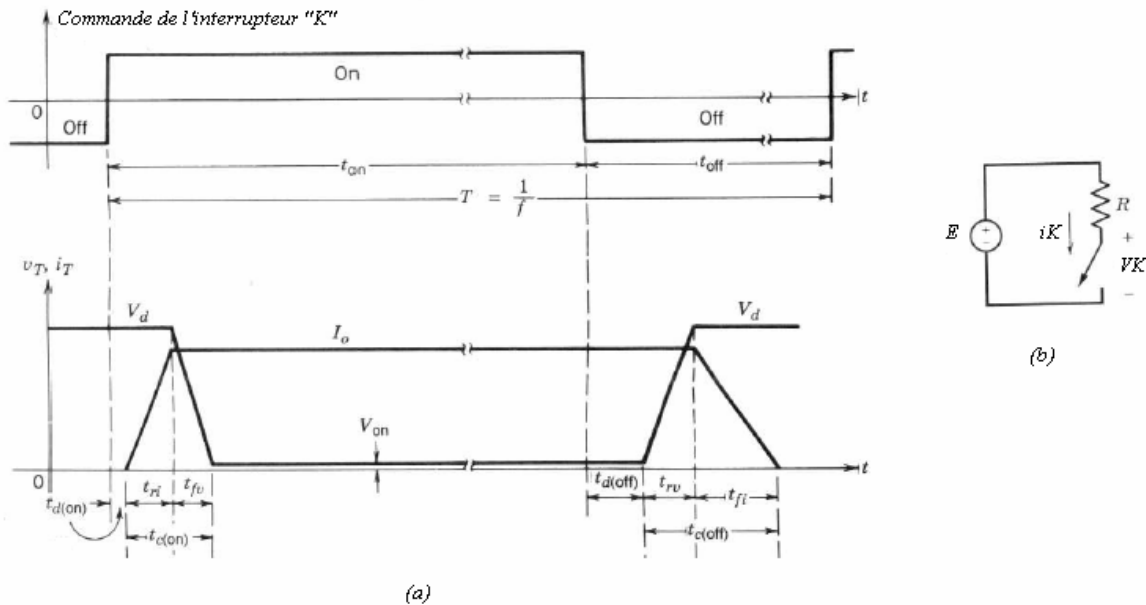

Figure1 : (a) Caractéristiques intrinsèques de l'interrupteur K
Les données d'un fabricant d'interrupteurs de puissance spécifient les temps de commutations correspondant aux caractéristiques d'un interrupteur « K » présentées à la figure 1(a).
1. Exprimer la puissance instantanée $p_K(t)$ consommée par l'interrupteur sur une période de fonctionnement en fonction des paramètres donnés sur la figure 1. Tracer l'allure de $p_K(t)$.
4. On désire alimenter une charge $R = 75\Omega$ à partir d'une source de tension $E = 300 \text{ V}$ à l'aide de cet interrupteur (figure 1(b)) pour une fréquence de commutation de 100 kHz et un rapport cyclique de 50%. Calculer le rendement du dispositif. On donne $V_{on} = 0,6 \text{ V}$.